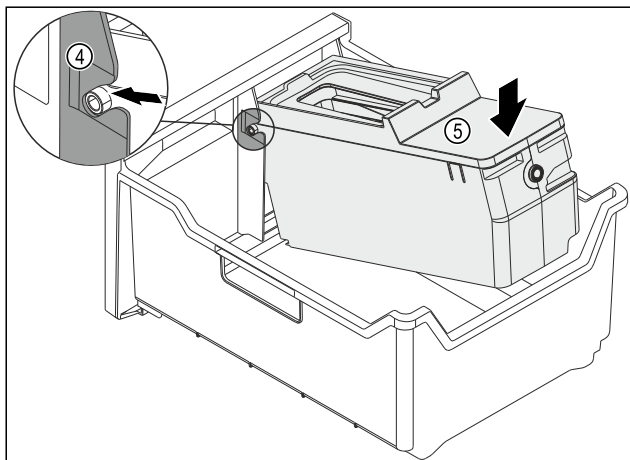

Fig. 124
- ▶ EasyTwist-Ice-corpus monteren: Assen van de EasyTwist-Ice-corpus in de geleidingen Fig. 124 (4) schuiven.
- ▶ EasyTwist-Ice-corpus Fig. 124 (5) achter omlaag drukken.